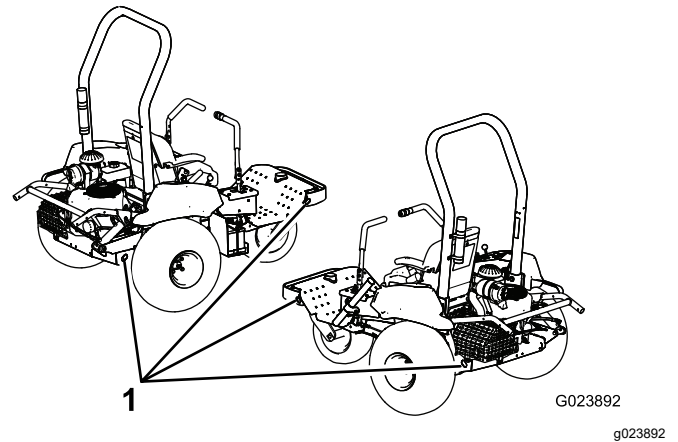

Figura 26
5. Utilice los puntos de amarre de la máquina (Figura 26) para sujetar la máquina firmemente al vehículo de transporte con correas, cadenas, cables o cuerdas.